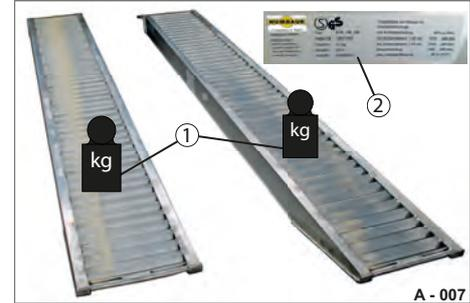

Abb. 11 Auffahrbohlen prüfen
- ▶ Aufladefahrzeug darf die max. Tragfähigkeit (Abb. 11/1) der Auffahrbohlen nicht überschreiten.
- ▶ Max. Werte auf dem Typenschild (Abb. 11/2) der Auffahrbohlen vergleichen. Achslastverteilung beachten.